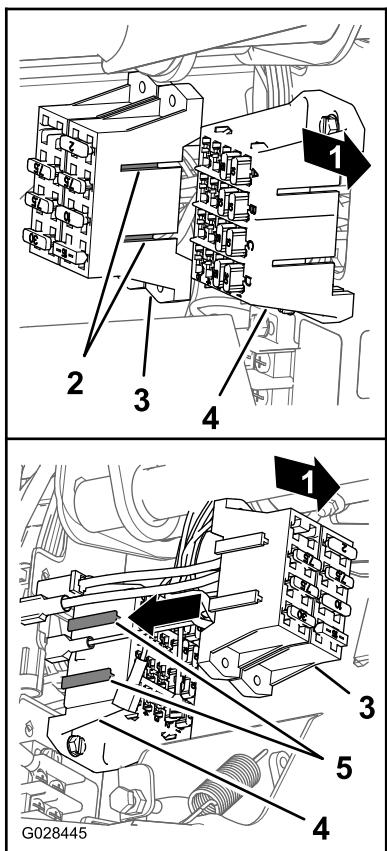

Figura 24
4. Alinee los conectores en T del bloque de fusibles del fumigador con las ranuras en T del bloque de fusibles de la máquina, y deslice el bloque de fusibles del fumigador en las ranuras hasta que el bloque de fusibles esté totalmente asentado (Figura 24).